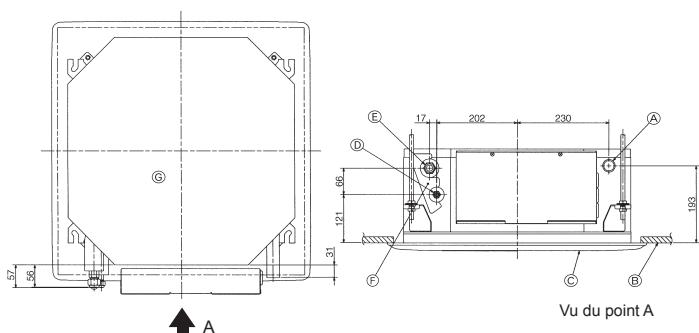

Fig. 5-7
5.3. Emplacements des tuyaux de réfrigérant et d'écoulement (Fig. 5-7)
- Tuyau d'évacuation (A)
- Plafond (B)
- Grille (C)
- Tuyau de réfrigérant (liquide) (D)
- Tuyau de réfrigérant (gaz) (E)
- Arrivée d'eau (F)
- Appareil principal (G)